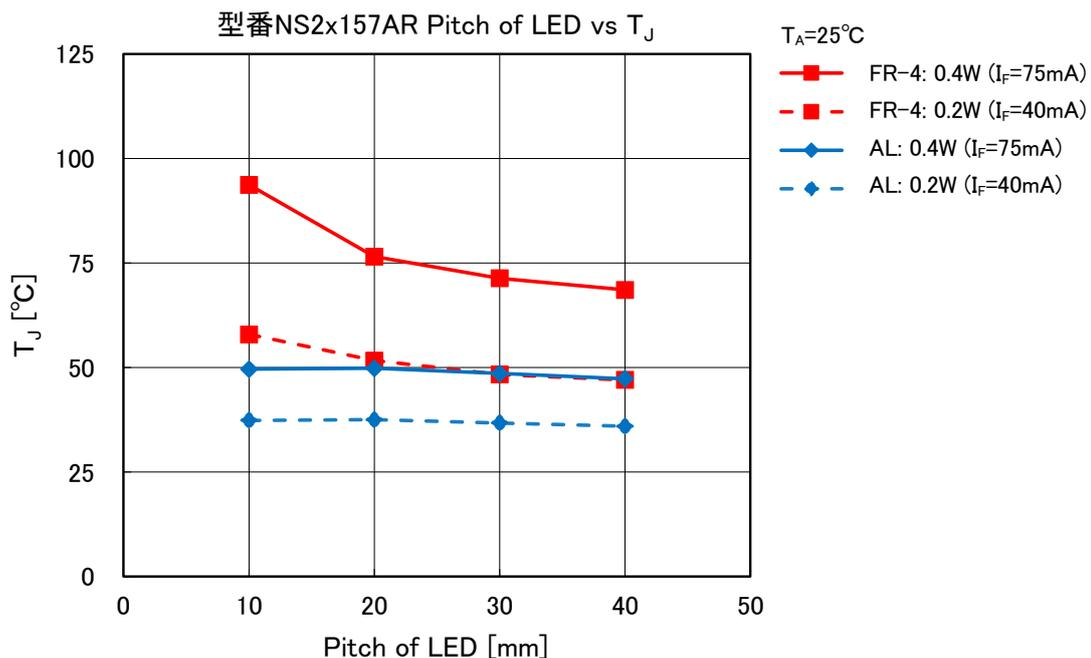

図 5. 型番 NS2x157AR 評価結果
0.2W($I_F=40\text{mA}$)と 0.4W($I_F=75\text{mA}$)における LED 実装ピッチと中心 LED の T_J の関係を図 5 に示します。FR-4 では、0.2W では 10mm 以上、0.4W では 20mm 以上のピッチを設けることで相互影響は小さくなります。また、アルミ基板では 10mm ピッチでも相互影響は小さく、狭ピッチでの配置が可能です。